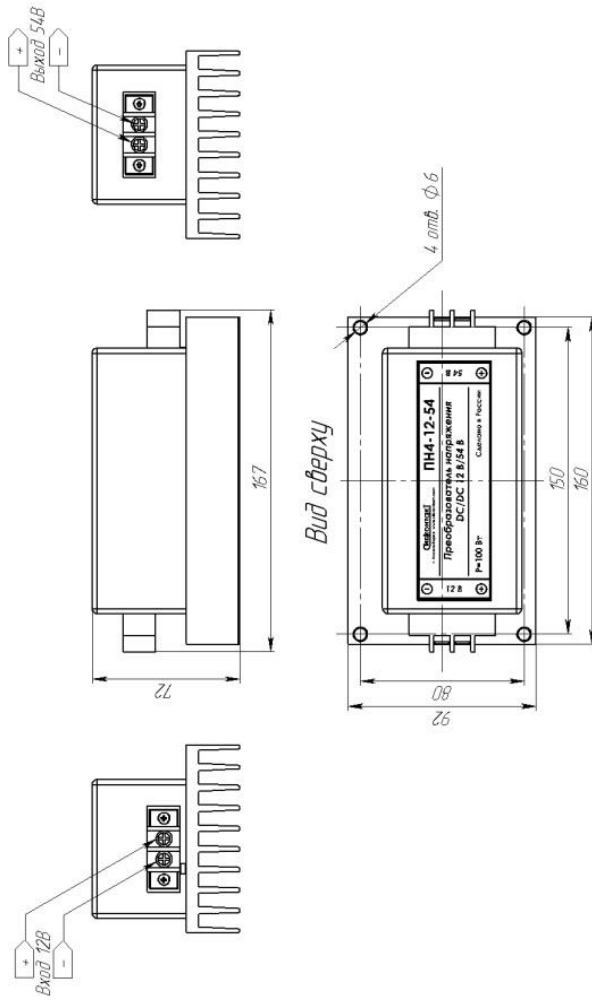

Рисунок 1 Внешний вид преобразователя
4.1 Конструкция преобразователя напряжения состоит из следующих основных элементов (Рисунок 1):